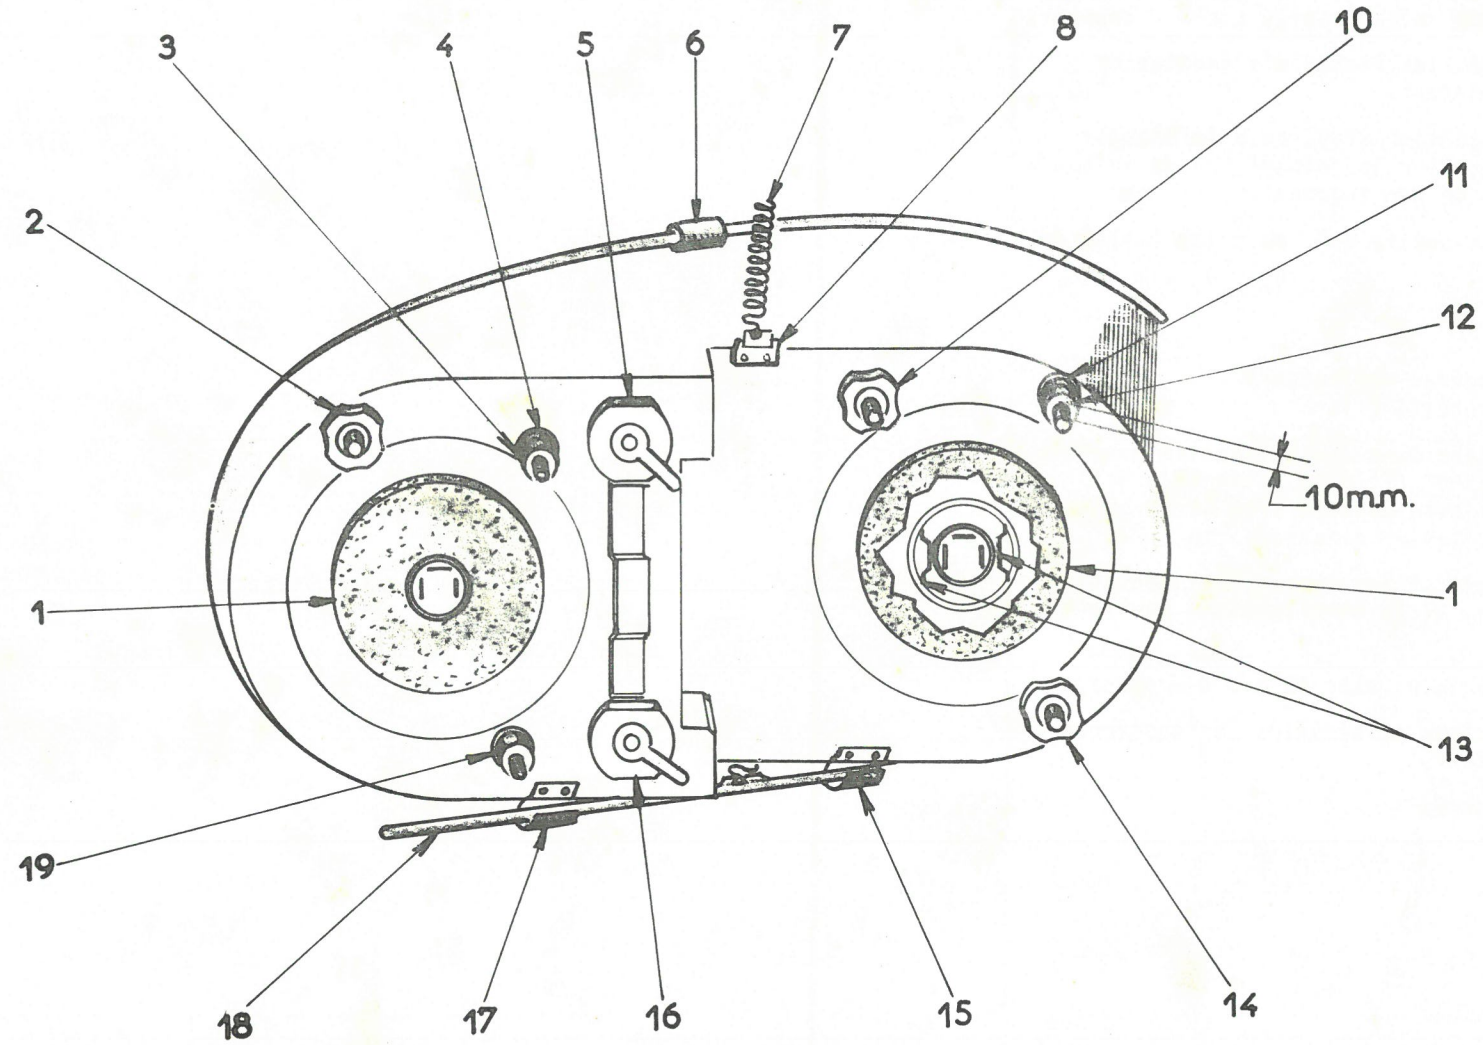

Fig.7
- REMPLACEMENT d'un BLOC OPTIQUE - Fig. 7.
- 3) Déposer les trois agrafes (6) fixant le verre du projecteur. Dégager le verre.
- 4) Déposer le contre-écrou (12), l'écrou (11) et la rondelle de la tige du point fixe.
- REMPLACEMENT d'un PROJECTEUR - Fig. 7 -
- 4) Soulever la manette de projecteur (18), puis la dégager des pattes (17 et 15). Décrocher le ressort (7) de la patte (8). Dégager le projecteur de son logement.
- 5) Déposer les bonnettes d'étanchéité (1), puis les lampes du projecteur.
- REMPLACEMENT d'une LAMPE de CLIGNOTANT ou de LANterne AVANT de PHARE ou CODE - Fig. 7 -
- 5) Déposer la bonnette d'étanchéité (1).
- 6) Soulever les agrafes (13), puis retirer la lampe usagée du bloc optique.
- 7) Poser la lampe neuve dans le bloc optique (positionner la lampe de façon que les broches se présentent conformément à la figure 7), puis rabattre les deux agrafes (13) fixant la lampe sur le bloc optique.
- 8) Poser la bonnette d'étanchéité (1).
- 9) Brancher les fiches aux broches de la lampe suivant figure (8).